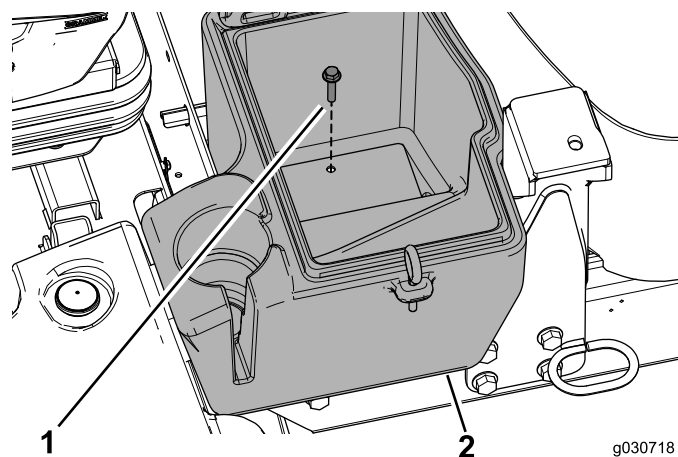

Figura 21
4. Utilizzate il bullone (5/16 x 1-1/2 poll.) per fissare il vano portaoggetti alla macchina (Figura 21).